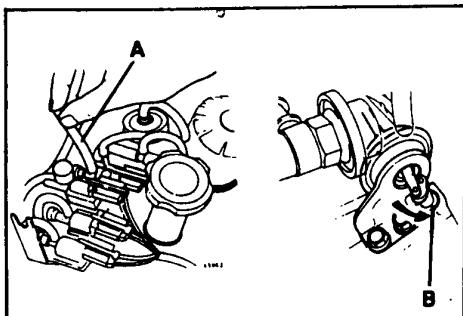

Рис. 20 Проверка шестиканальной
- Отсоедините вакуумный шланг с электромагнитного клапана управления (рис. 20, A) и убедитесь, что сразу начала двигаться заслонка (рис. 20 B).